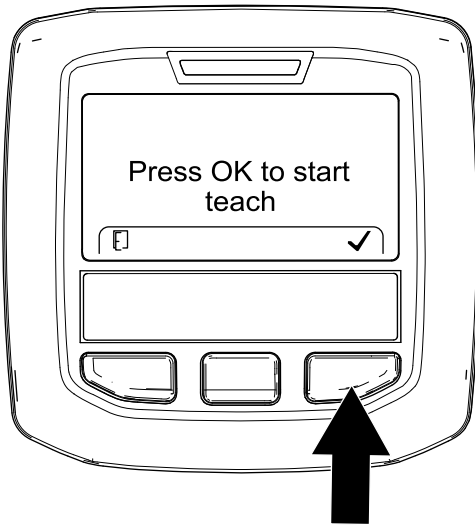

Bild 67
5. Drücken Sie auf dem Bildschirm „OK drücken, um mit dem Einlernen zu beginnen“ (Bild 67) die rechte InfoCenter-Taste.